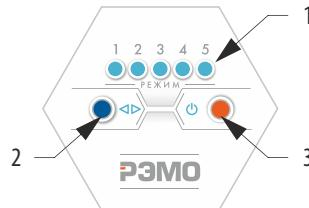

Рисунок 2. Панель управления
6.1. Панель управления микропроцессорного блока показана на рис.2.